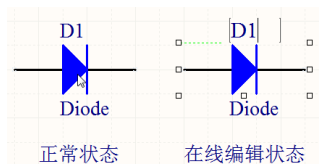

图 8-4 Enable In-Place Editing
4) Enable In-Place Editing (使能在线编辑): 选中该项功能后可以直接在编辑窗口内修改文本对象, 如元件标识符、参数、文本框等。选中文本对象, 然后隔一段短时间再次单击鼠标左键或者直接按 F2 键, 都可以进入在线编辑模式, 如图 8-4 所示。